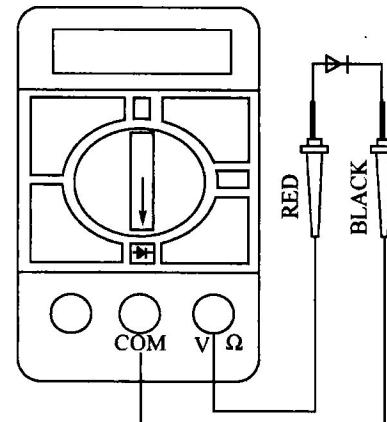

图2-2-7 二极管的测量
1) 如图2-2-7所示将黑表笔 (BLACK) 插入 COM插孔，红表笔 (RED) 插入V12插孔。（注意红表笔为内电路“+”极）。